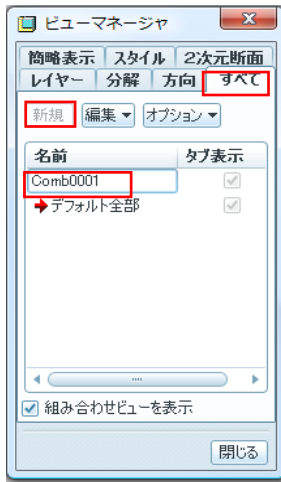

図 9-30 表示状態の保存
- ビューマネージャーの「すべて」タブを選び「新規」をクリックして、初期名前:「Comb0001」を確認してキーボードの **Enter** を押す(図 9-30)。